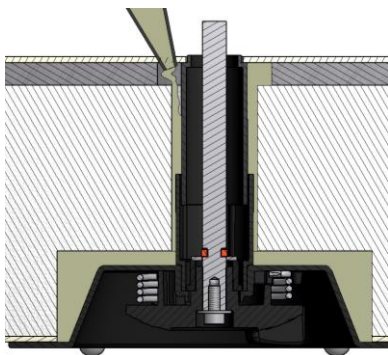

Figura 8: *Detalle aplicación aislante*
*El empleo de las camisas permite la protección del mecanismo de apertura interior una vez montado, pudiendo de esta forma aplicar material aislante en el vaciado realizado en el panel, reduciendo el puente térmico, sin verse afectado el funcionamiento del mecanismo. (Zona aconsejada de aplicación del aislante - parte posterior de la Base de la falleba (**Ver figura 8**)).*